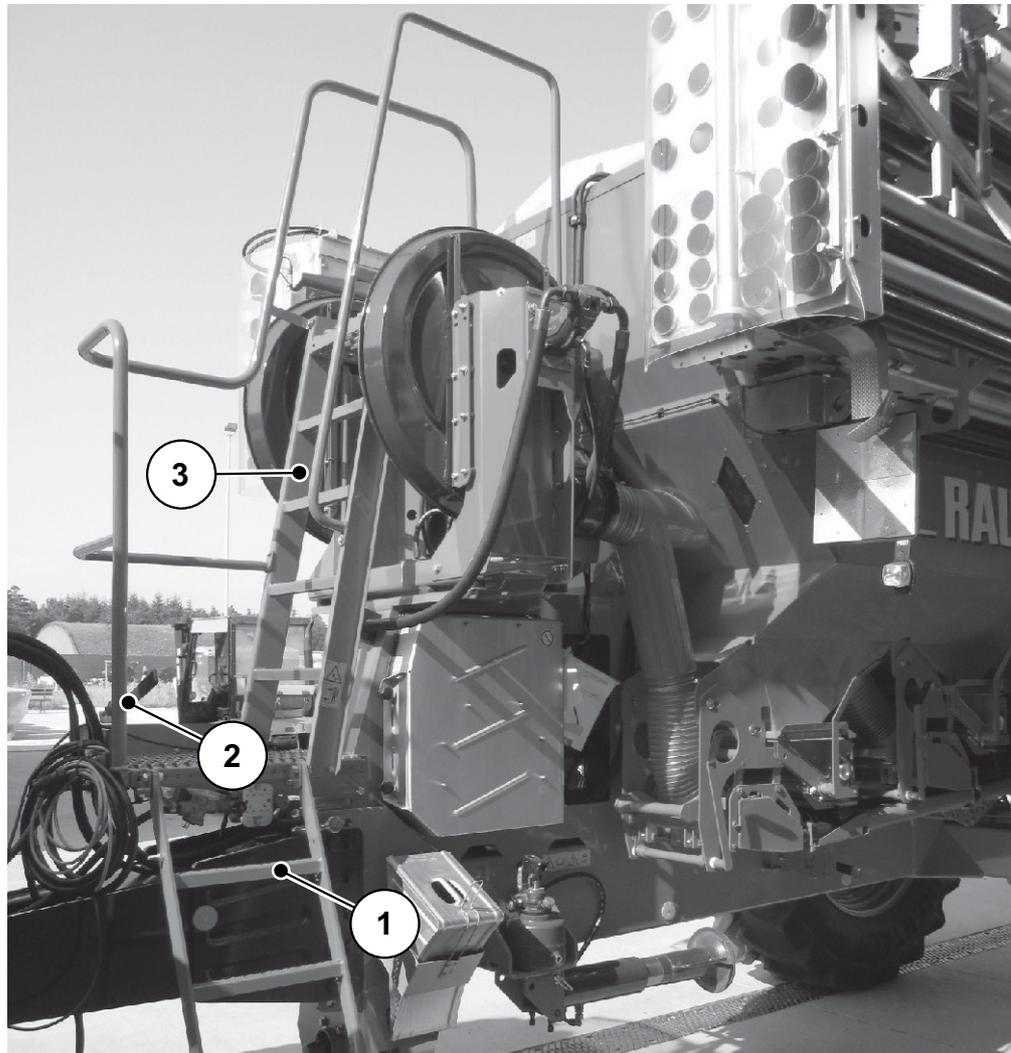

Figure 6.7 : Marchepied sur le distributeur d'engrais minéral à rampe AGT 6000
Il existe 2 modèles d'attelage. Sur la figure 6.7 le modèle d'attelage à boule est représenté.
2. Branchez la conduite hydraulique destinée au bloc de commande (figure 6.7 : position 2).
3. Branchez la conduite de retour libre (figure 6.7 : position 4).
4. Branchez les conduites de la bâche (figure 6.7 : position 3).
5. Branchez la conduite de commande pneumatique (figure 6.7 : position 5) au coupleur jaune (uniquement pour les dispositifs de freinage à air comprimé).
6. Branchez la conduite d'alimentation pneumatique (figure 6.7 : position 6) au coupleur rouge (uniquement pour les dispositifs de freinage à air comprimé).
8. Branchez le câble ISO à la prise de l'appareil ISOBUS (figure 6.7 : position 7) à l'arrière du tracteur.
9. Branchez la fiche d'éclairage (figure 6.7 : position 8).
10. Branchez la prise COBO pour le refroidisseur situé dans la cabine du tracteur (conduite figure 6.7 : position 9).